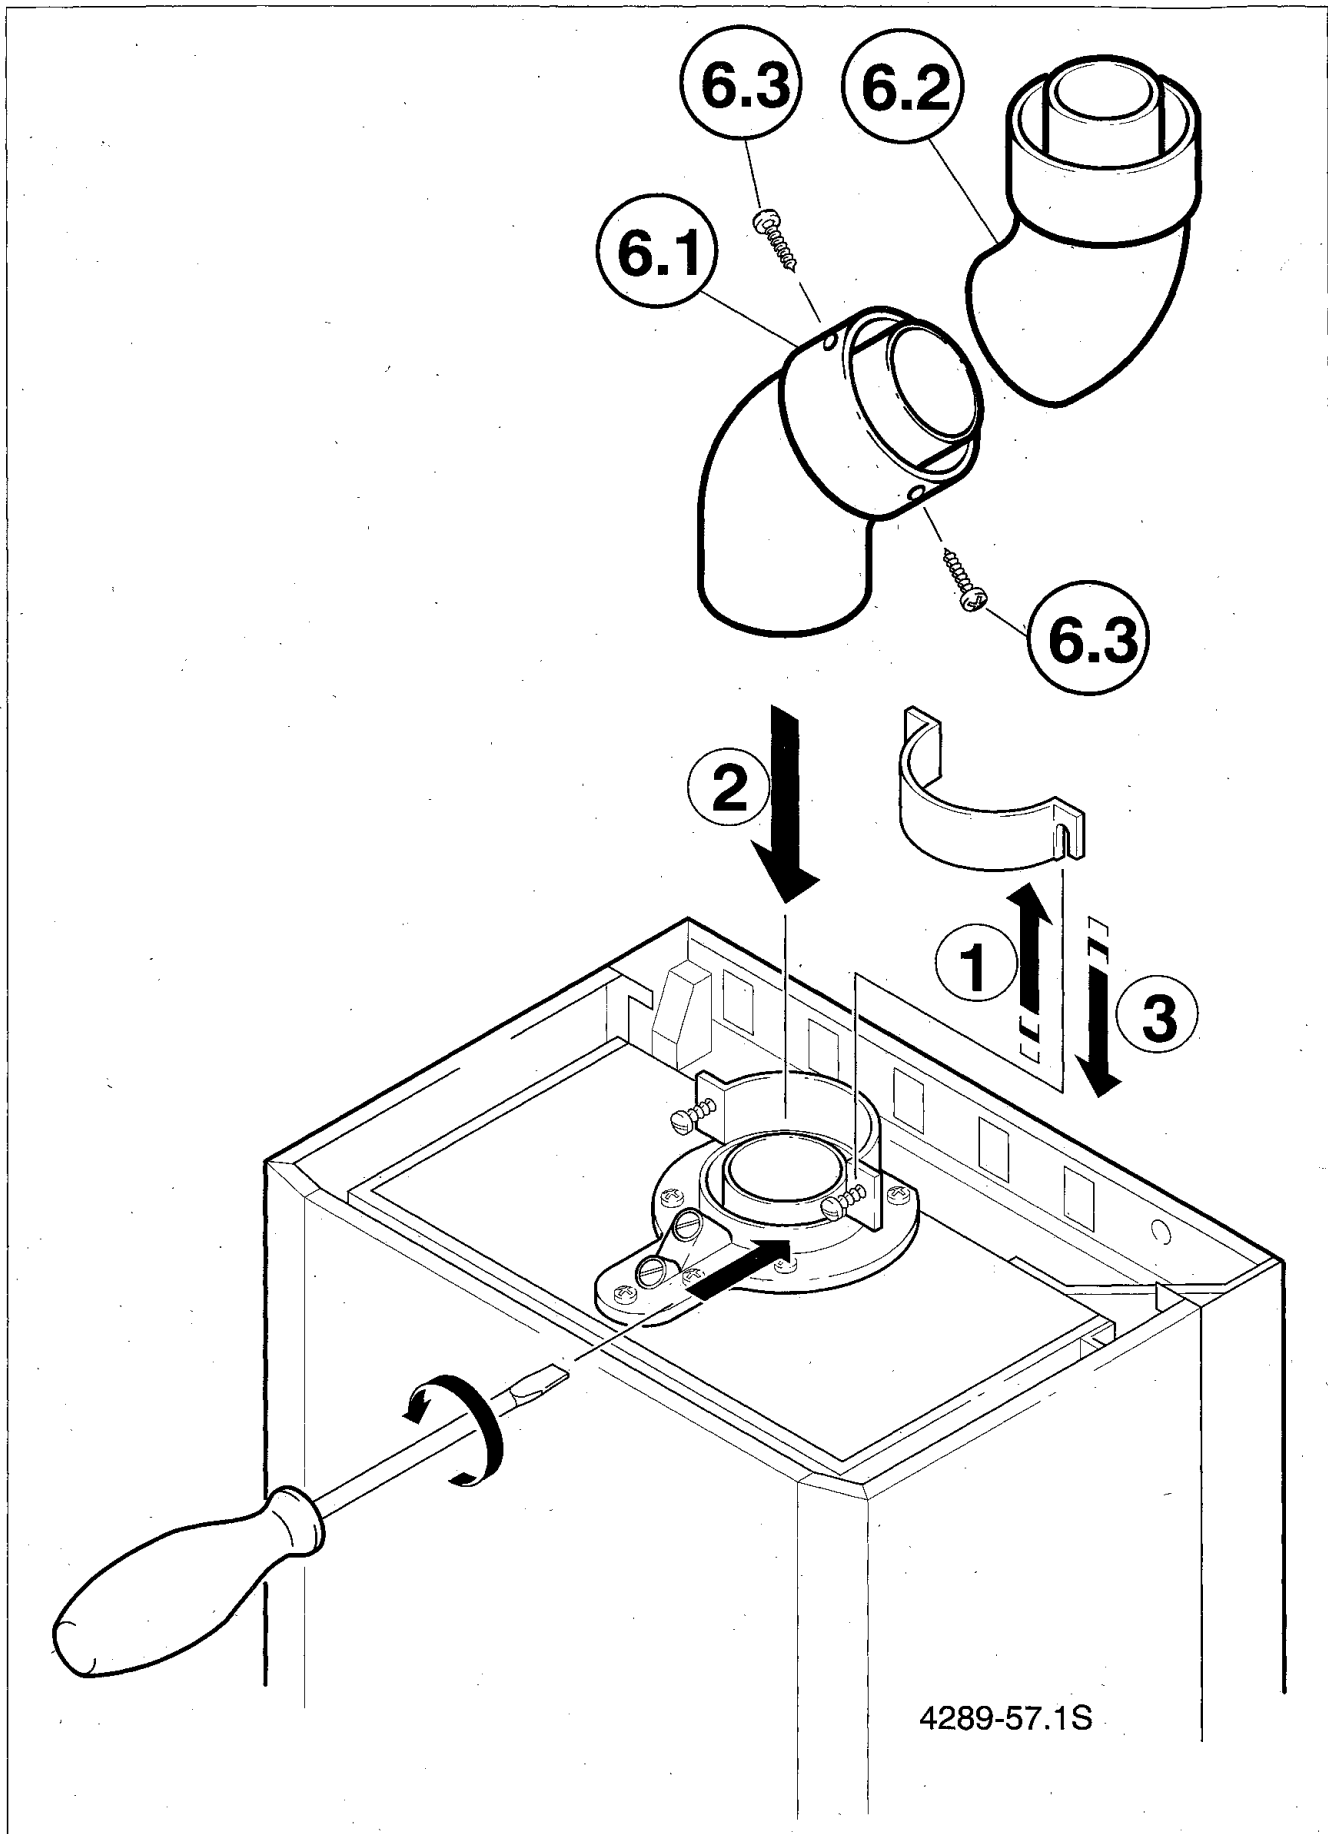

Bild 36
- Versatzbogen (6.1, 6.2) entsprechend Bild 36 einbauen und verschrauben.